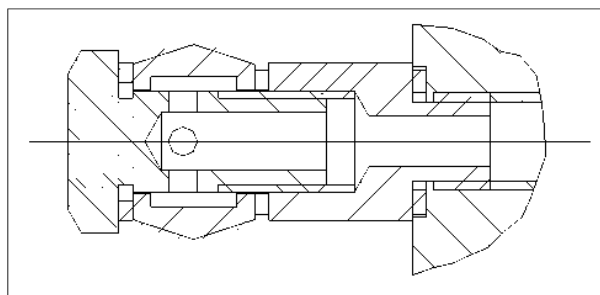

Рис. 33
- ◆ Подключите гидростанцию к гидросистеме гибким шлангом. (Рис. 33)
Подъемник способен работать при напряжении 400V в трех-фазной конфигурации; если напряжение электрической сети иное, то необходимо изменить подключение электродвигателя и трансформатора. (Рис. 33)